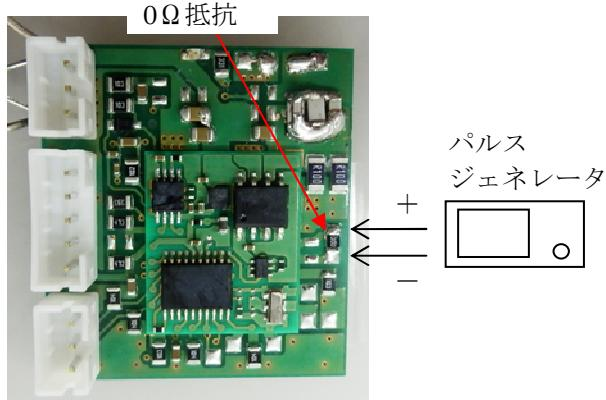
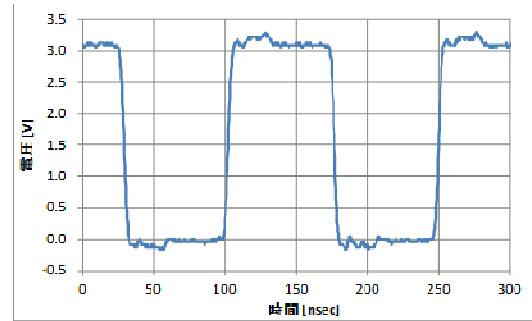

図 5. パルスジェネレータの接続
図 6. パルスジェネレータの出力波形
- ③ 図 5 に示すように送電デバイス 0Ω 抵抗を取り外してパルスジェネレータを接続する。パルスジェネレータの出力波形は、図 6 のように high : +3V、low : 0V、デューティ : 50%、周波数 : 6.78MHz の矩形波とする。パルスジェネレータからの出力波形をオシロスコープで観測し、オーバーシュートやアンダーシュート、リンギングがないか確認する。特にオーバーシュートにより電圧が+5V を超えると送電デバイスが故障するため注意すること。